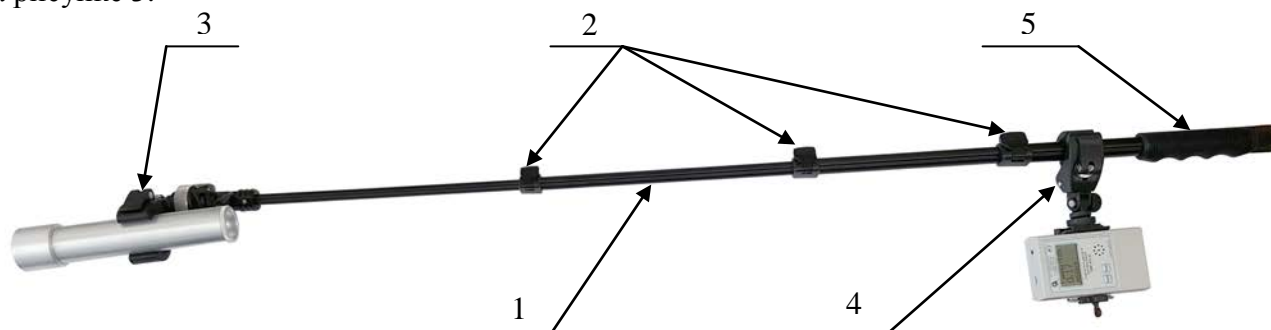

Рисунок 3 Общий вид прибора в сборе со штангой и дозиметром-радиометром МКС-02СА1
2.2.1.1 Зафиксируйте прибор в фиксаторе штанги (рис. 3, поз. 3).
2.2.1.2 Зафиксируйте дозиметр-радиометр МКС-02СА1 в фиксаторе (рис. 3, поз. 4).
2.2.1.3 С помощью цанговых фиксаторов (рис. 3, поз. 2) установите нужную длину штанги.
2.2.1.4 Фиксаторами (рис. 3, поз. 3, 4) установите нужный угол наклона прибора и дозиметра-радиометра МКС-02СА1.